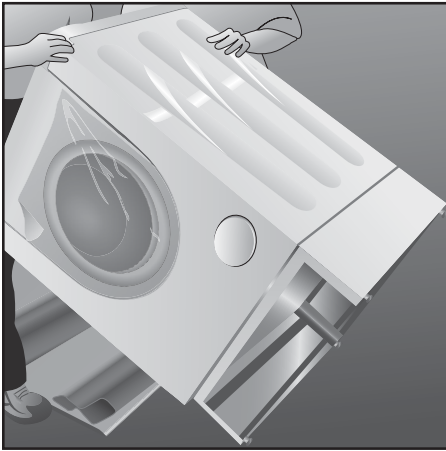

Figura 9
7. Coloque el conjunto de la lavadora/secadora y pedestal en posición vertical (se necesita un ayudante). Ver **Figura 9**.